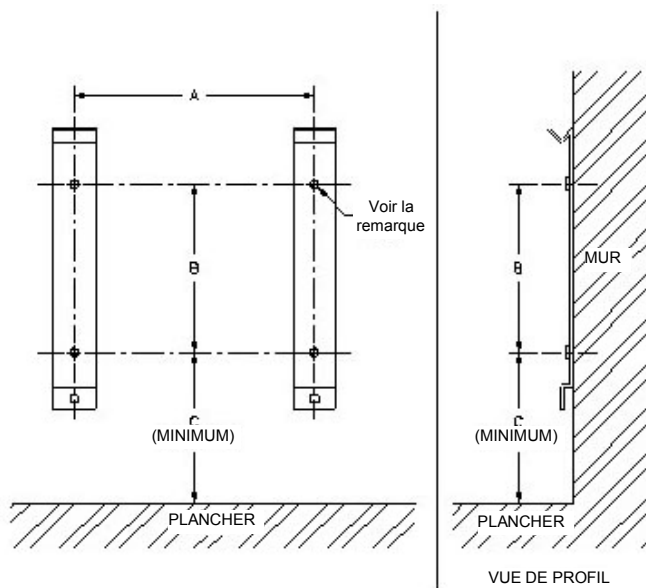

Figure 1
- a.) Référez-vous à la Figure 1.